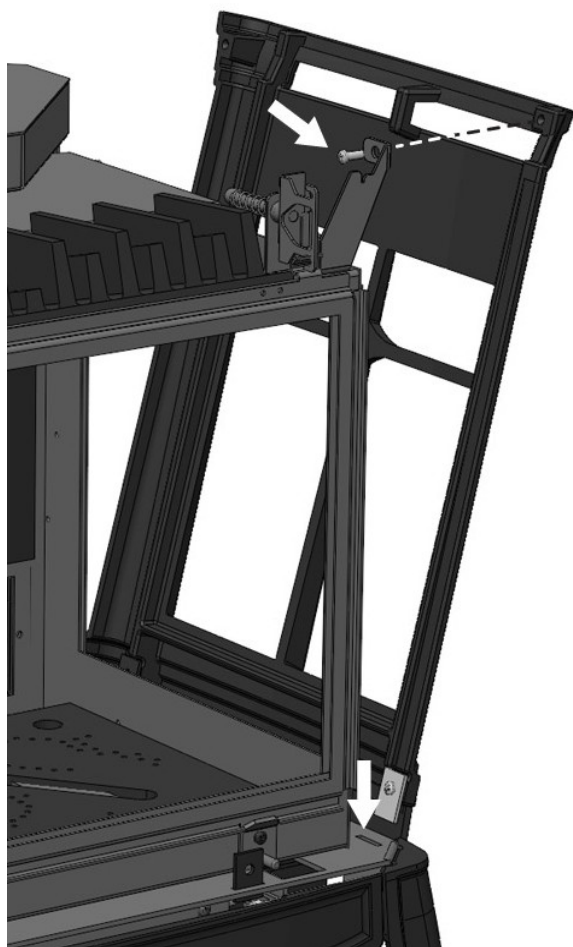

Figure 33 – Montage du panneau de côté
2. Pour démonter les panneaux, enlever d'abord le dessus et le devant. Enlever les vis du dessus avant pendant qu'on maintient le panneau et soulever le panneau de côté du poêle. Voir la Figure 33).